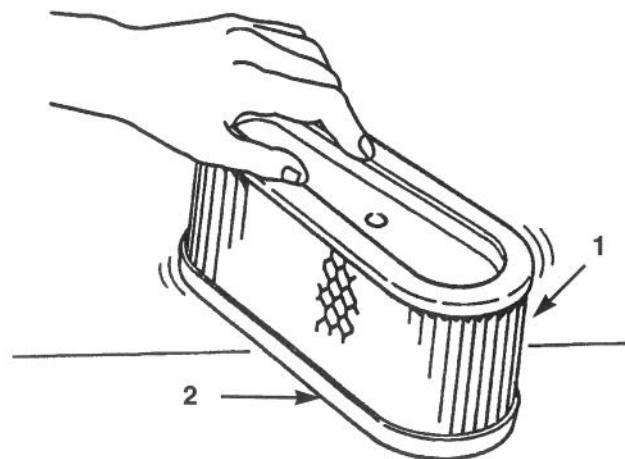

Figure 32
- A. Taper légèrement l'élément sur une surface plane pour éliminer poussière et saleté (Fig. 32).